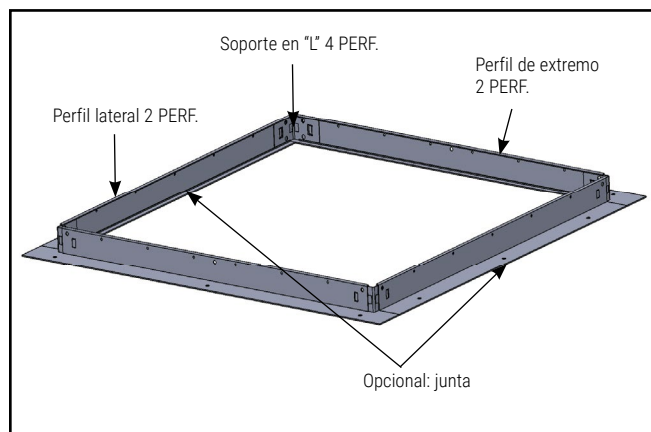

Figura 2.
2. Únicamente para instalación en lugares limpios: coloque la junta blanca 66025 en el borde interior del marco, en contacto con el cuerpo del luminario, y en el borde exterior, en contacto con panel de cielo raso. (Figura 2)